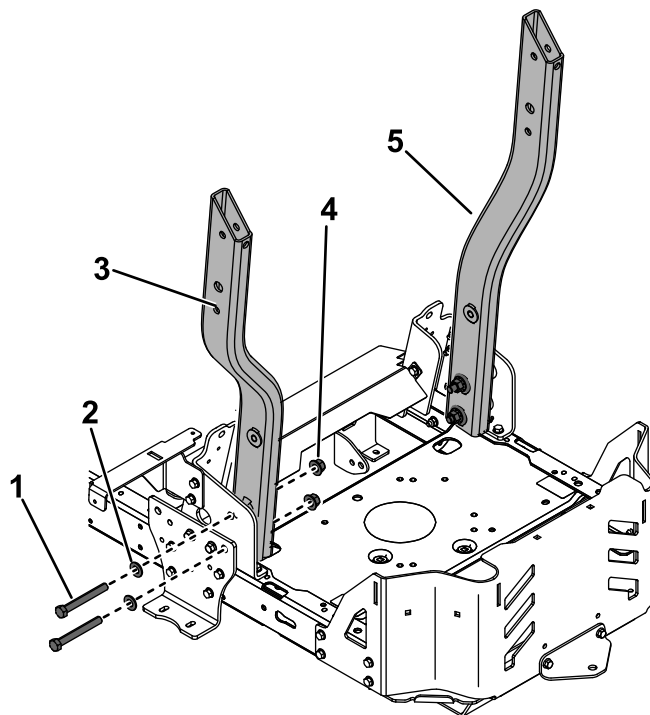

Figure 4
3. Fixez les tubes inférieurs gauche et droit avec 2 boulons ($\frac{1}{2}$ x 4 po), 2 rondelles et 2 contre-écrous ($\frac{1}{2}$ po) par tube (Figure 4).